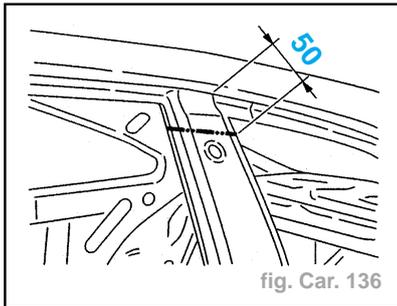

fig. Car. 136
- Tracer puis découper à l'aide d'une meule épaisseur **1 mm** (coupe provisoire) (fig. Car. 136).